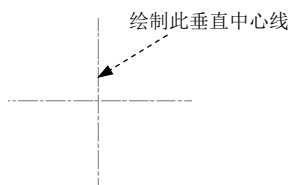

图 17.2.3 绘制垂直中心线
(2) 绘制图 17.2.3 所示的垂直中心线。
① 设置对象捕捉。将鼠标移至状态栏中的 **对象捕捉** 按钮上,右击,从系统弹出的快捷菜单中选择 **对象捕捉设置...** 命令,在“草图设置”对话框的 **对象捕捉** 选项卡中单击 **全部选择** 按钮。
② 设置极轴追踪。在“草图设置”对话框中的 **极轴追踪** 选项卡中,将 **增量角(A):** 设置为 90,